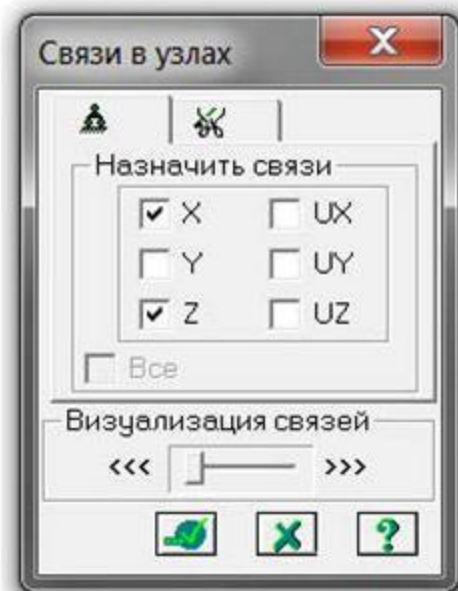

Рис. 2.22. Диалоговое окно Связи в узлах
- Из меню Жесткости □ Шарниры (кнопка  на панели инструментов) вызовите диалоговое окно Шарниры (рис. 2.22).